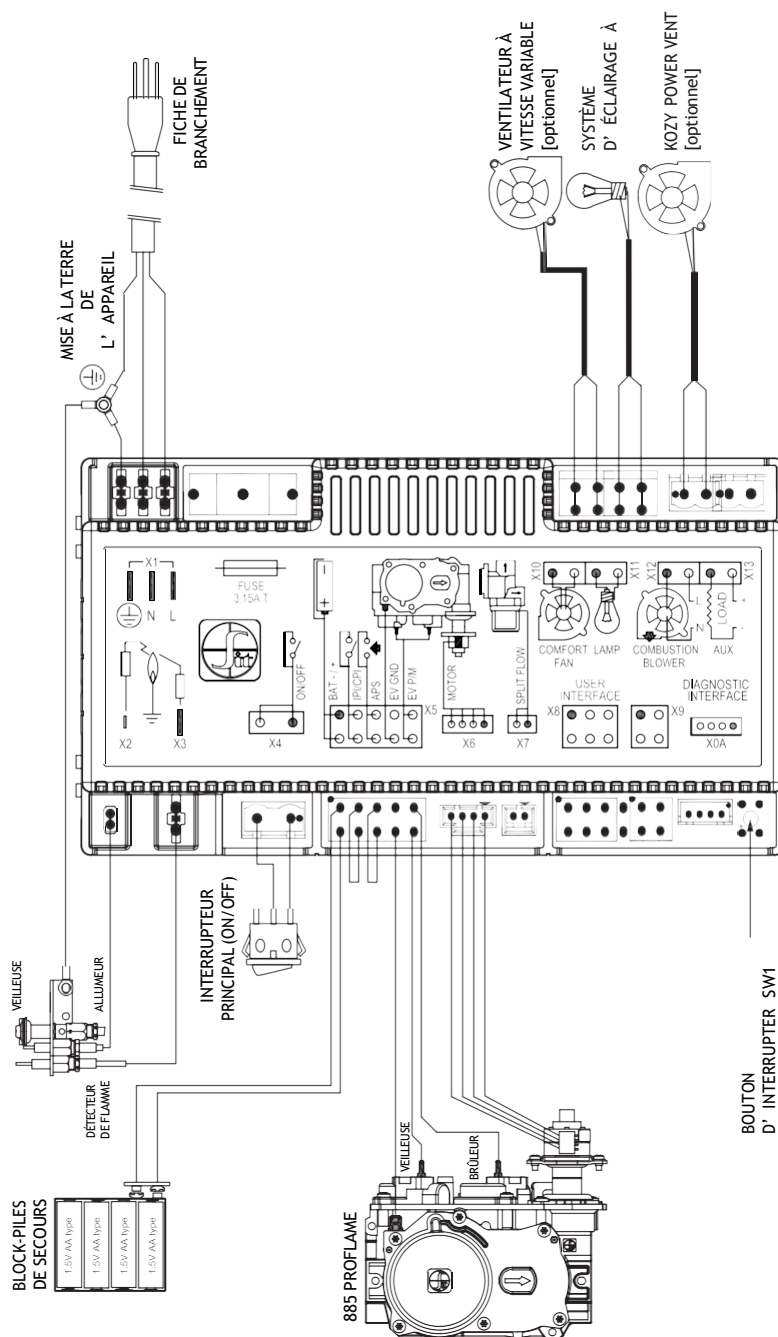

Figure 9.1, Schéma de câblage
9. Branchez la fiche du cordon des ventilateurs dans la prise de courant située au module de contrôle IFC. Voir le schéma de câblage de la Figure 9.1 (page 42).